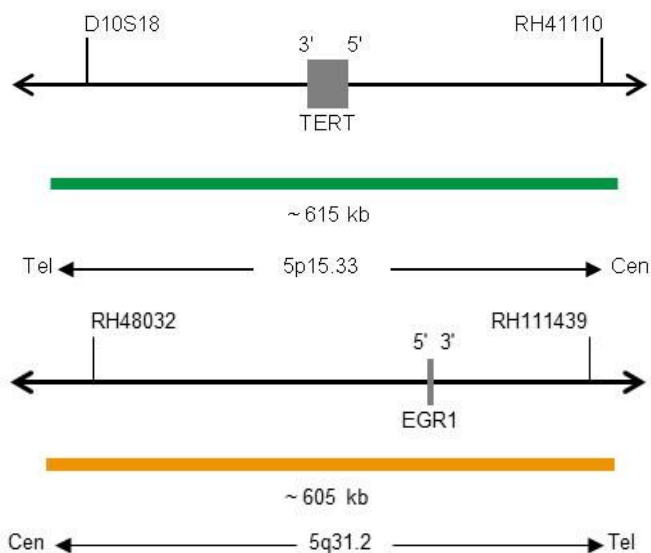

Fig. 1: Arriba: SPEC TERT Mapa de la sonda; abajo: SPEC 5q31 Mapa de la sonda (no está a escala)
- Polinucleótidos marcados en verde (excitación a 503 nm/emisión a 528 nm) ZyGreen (~10 ng/μl), dirigidos a secuencias localizadas en 5p15.33* (chr5:974,089-1,588,209) que albergan la región del gen TERT (ver Fig. 1).
- Polinucleótidos marcados en naranja (excitación a 547 nm/emisión a 572 nm) ZyOrange (~4,5 ng/μl), dirigidos a secuencias localizadas en 5q31.2* (chr5:137,394,637-137,999,163) (ver Fig. 1).